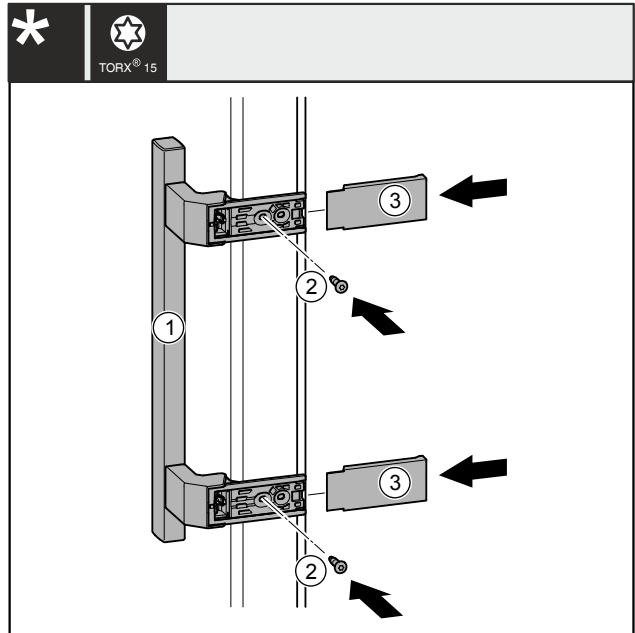

Fig. 42
- Aplicați mânerul Fig. 42 (1) pe partea opusă.
- Înșurubați ferm șuruburile Fig. 42 (2) cu șurubelnița.
- Aplicați și împingeți capacele Fig. 42 (3) laterale, astfel încât să se fixeze în poziție.